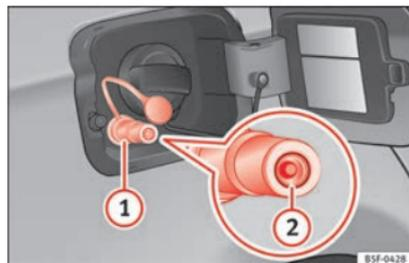

Fig. 239 Sportellino del serbatoio aperto: bocchettone di rifornimento del gas (1), anello di tenuta del bocchettone di rifornimento (2).
- Togliere il tappo del bocchettone di rifornimento del gas **» fig. 239 ①.**